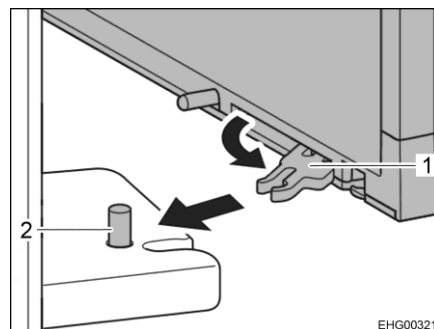

Fig. 91 Bloccaggio della porta del frigorifero
- Estrarre e tirare in avanti i distanziatori superiore e inferiore (Fig. 91,1) dalla parte interna della porta del frigorifero.
- Il distanziatore dovrà agganciarsi al perno (Fig. 91,2).